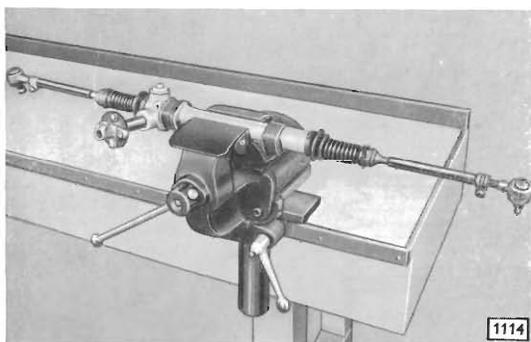

Bild 39 - Lenkgetriebe mit Spurstangen im Schraubstock eingespannt
1. Lenkgetriebe unter Verwendung von Schutzbacken in Schraubstock einspannen (Bild 39). Vorsicht, daß Leichtmetall-Lenkgehäuse nicht beschädigt wird.